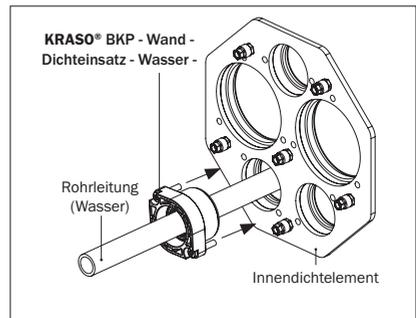

Abbildung 14.3: Montage KRASO® BKP - Wand - Dichteinsatz - Wasser - innenseitig
- Schieben Sie den **KRASO® BKP - Wand - Dichteinsatz - Wasser -** mit der Gummidichtung voraus über die Rohrleitung bis in das Innendichteelement des **KRASO® Bauherren-Komfortpakets - Wand - NFE**. Beachten Sie, dass die Schraublöcher am Dichteinsatz und die Kernlöcher im Innendichteelement übereinander liegen (s. Abbildung 14.3).